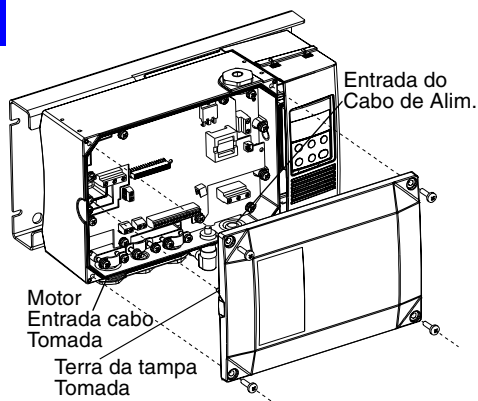

Figura 1
- Remover os tampões das entradas de cabos necessárias, ver Figura 1.
**COLOCAR A TAMPA DO CONVERSOR.** (Comprovar que a tomada de terra do conversor se encontra no seu lugar, ver Figura 1, e apertar os quatro parafusos.)